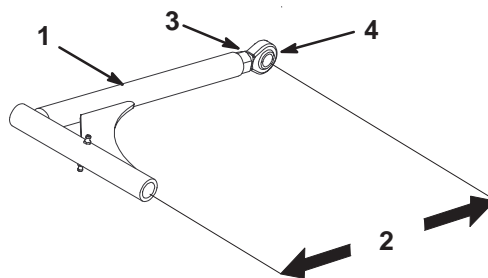

Figure 56
1. Pour régler les bras de poussée, desserrez l'écrou de blocage et tournez la rotule dans le sens anti-horaire, un tour à la fois (Fig. 56).
2. Réglez chaque côté de la même façon. La longueur nominale de chaque bras de poussé doit être de 389 mm (15-5/16") (Fig. 56).